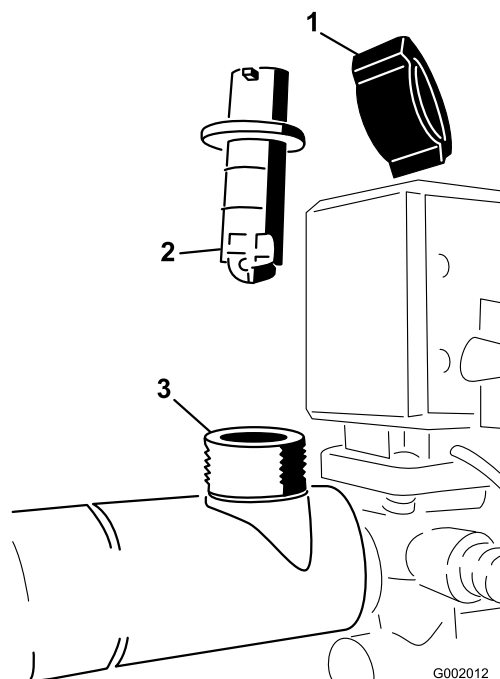

Figura 72
2. Togliete il coperchio dal corpo del flussometro (Figura 72).